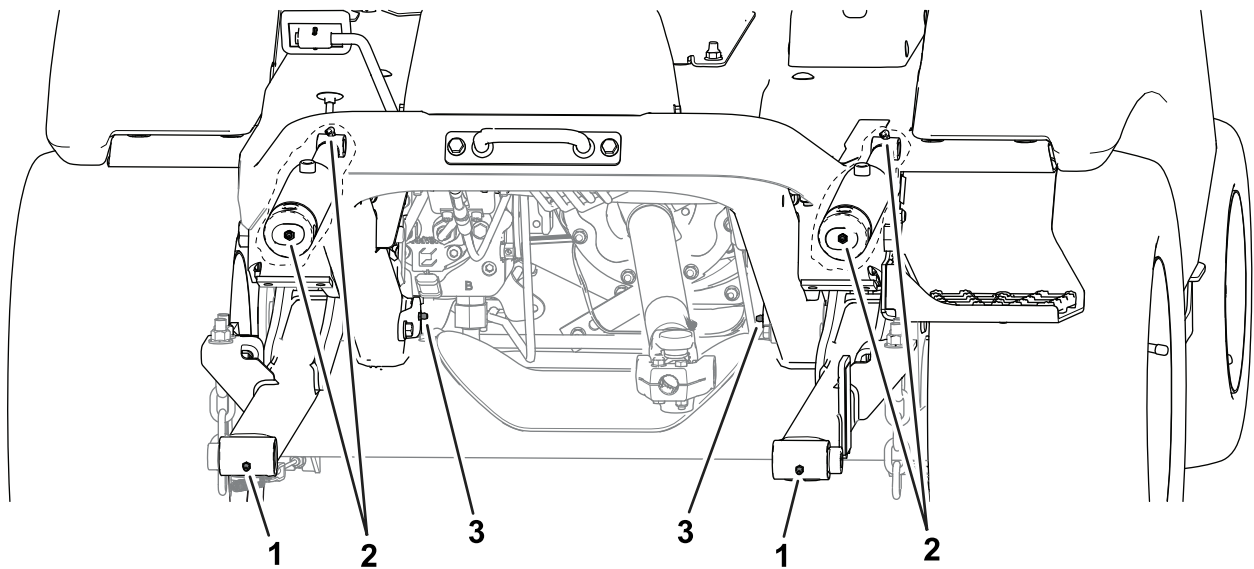

**Figure 46**
- **Axe de pivot d'essieu (Figure 46)**